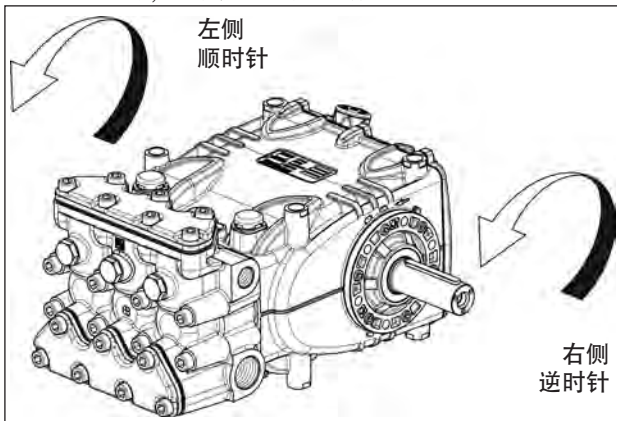

图5
转动方向是通过靠近动力连接轴的护门上的箭头指示出来。面向泵浦顶部，转动方向应如图5般。
**备注**图5中叙述的版本为右版。